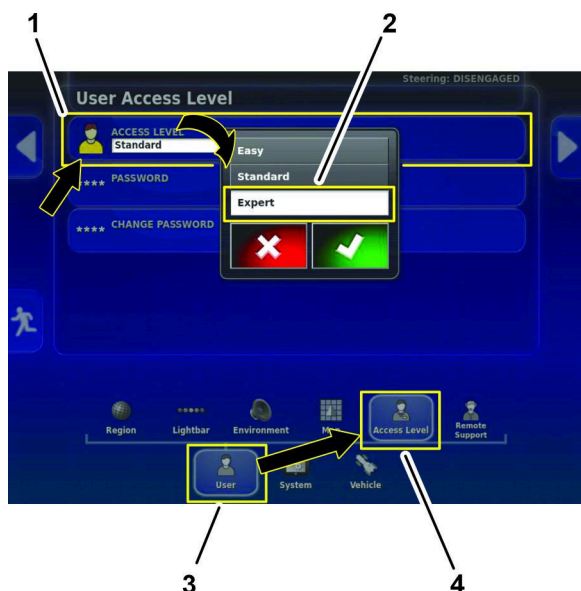

図 158
1. 設定画面で、ユーザーアイコン、アクセスレベルアイコンを押します(図 158)。
2. ユーザーアクセス画面のアクセスレベルアイコン(図 158)。
3. ダイアログボックスで、エキスパートアイコンを押し、確認アイコンを押します(図 158)。